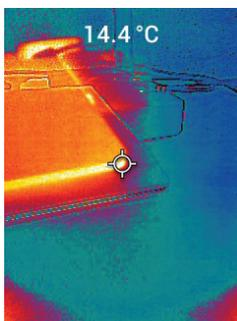

Figura 5.1 Immagine termica e visibile combinata (MSX®)
6. La lettura della temperatura sul display rappresenta la misurazione del punto di destinazione. Vedere la **Figura 5.1**.